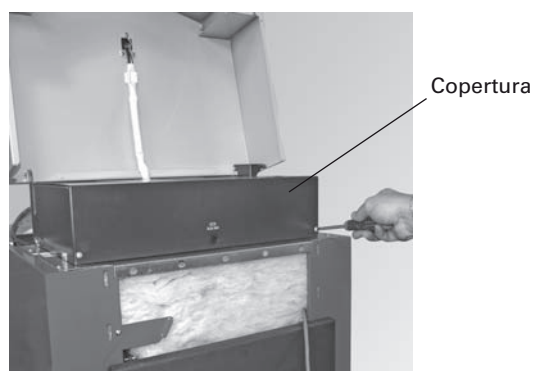

Fig. 33 Svitare e rimuovere la copertura.
- Svitare le due viti sul pannello frontale (Fig. 33) e rimuovere il pannello di copertura.